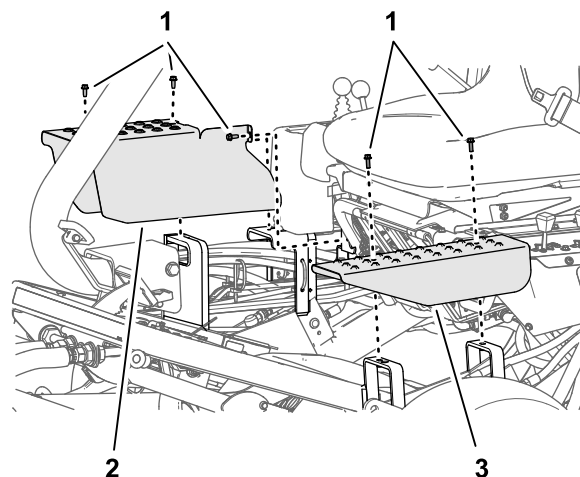

Figure 51
2. Retirez les boulons qui fixent la plaque de protection du vérin de levage que vous réglez aux supports du châssis (Figure 51).